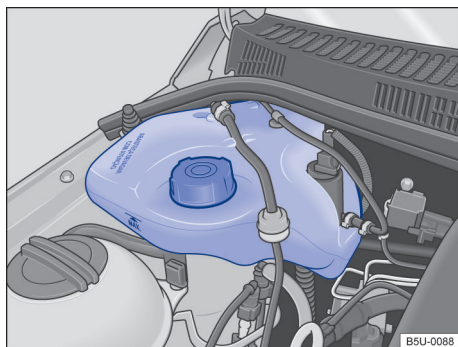

Fig. 132 No compartimento do motor: reservatório de gasolina para o sistema de partida a frio.
O reservatório de gasolina do sistema de partida a frio encontra-se no compartimento do motor, no lado direito → Fig. 132.
- Nunca ultrapassar a marca "MAX" indicada no reservatório → Fig. 132.